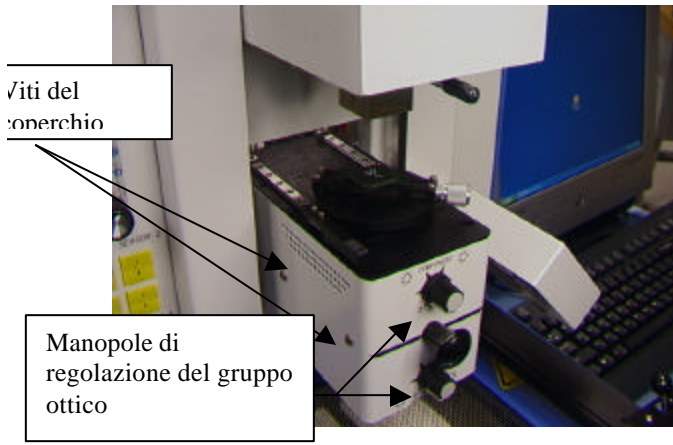

Figura 13
1. Allentare le viti di arresto delle manopole di regolazione del gruppo ottico (Figura 13).
3. Rimuovere le quattro viti (2 su ciascun lato) dal coperchio in metallo della telecamera (Figura 13).
5. Allentare le viti superiori (A) e serrare quelle inferiori (B) per regolare il prisma verso il basso.
6. Allentare le viti inferiori (B) e serrare quelle superiori (A) per regolare il prisma verso l'alto.
7. Allentare la vite centrale a destra (C) per ruotare il prisma lungo l'asse "Y".